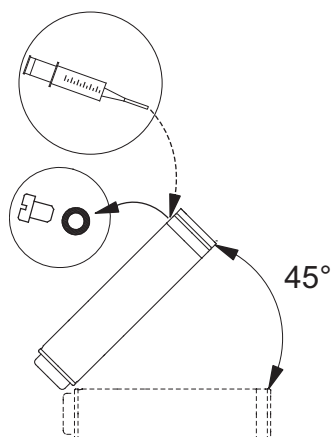

Fig. 3 Poziția motorului în timpul umplerii - MS 6000
- Dacă motorul este livrat din stoc, verificați nivelul lichidului din motor înainte de a instala motorul pe pompă. Vezi fig. 3.
- Verificați nivelul pentru service. Vezi fig. 3.
1. Poziționați pompa submersibilă după cum se arată în fig. 3. Bușonul de umplere trebuie să se afle la cel mai înalt punct al motorului.
3. Injectați lichid în motor cu seringă de umplere până când lichidul deversează din orificiul de umplere. Vezi fig. 3.